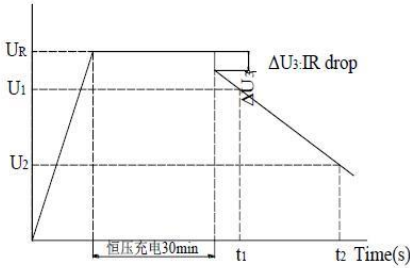

图 2. 充放电曲线图
- 测量电容器两端电压从放电开始到 U_1 和 U_2 的时间 t_1 和 t_2 ，如图 2 所示，根据下式计算电容器的容量：